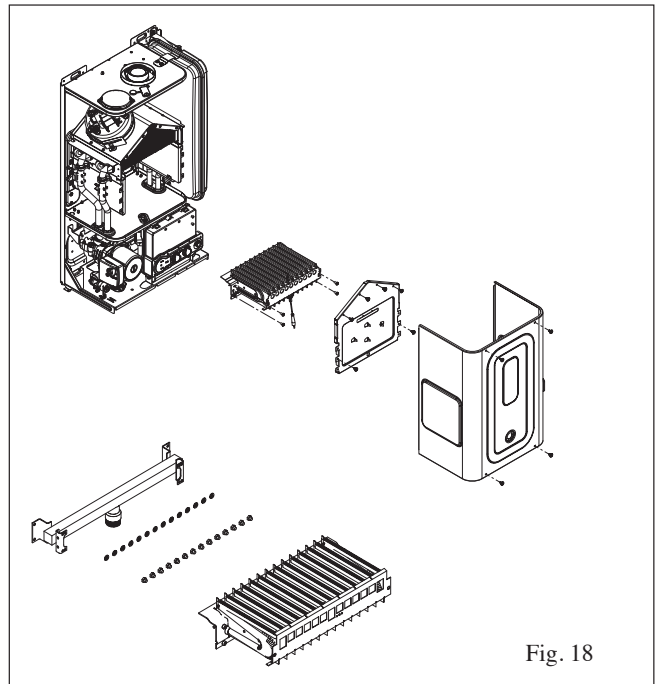

Fig. 18
(Fig.18)
- 恢复燃烧室与空气室盖板；(Fig.18)